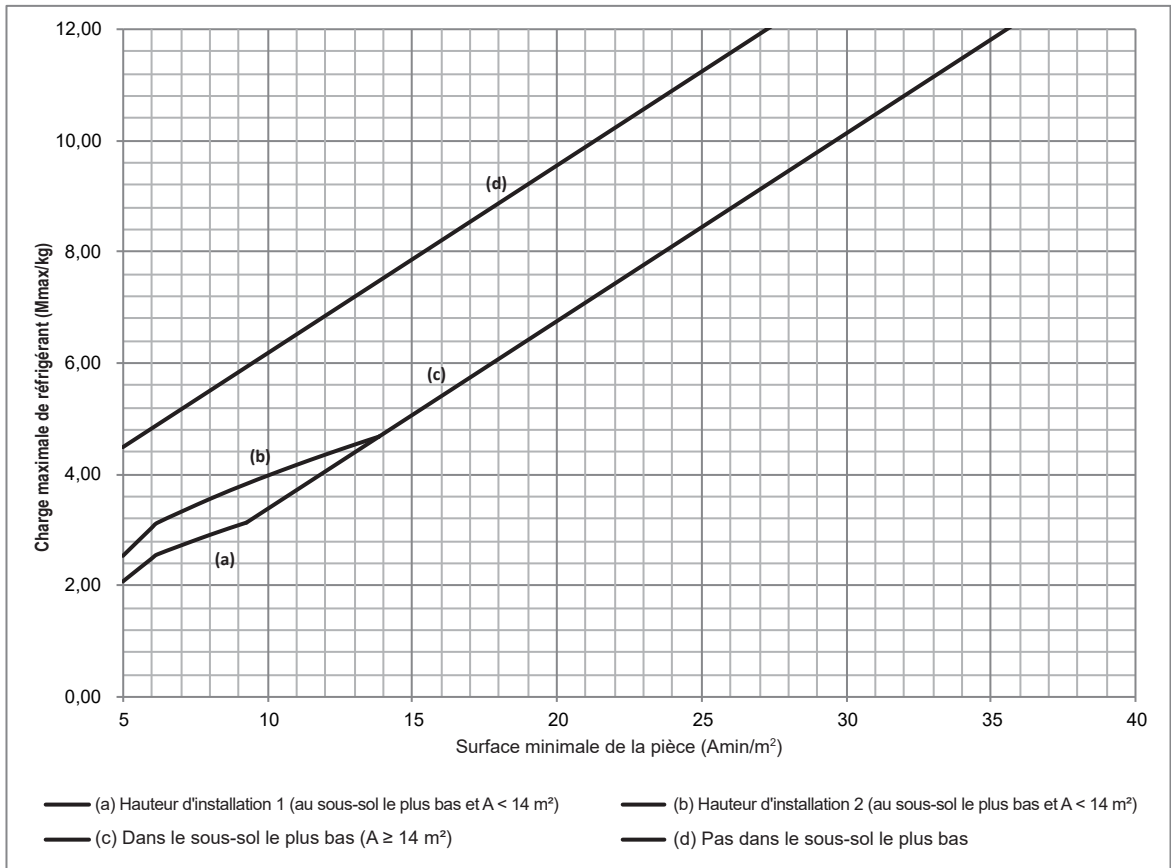

Figure 1-5
Si le système est équipé d'un dispositif d'arrêt du réfrigérant en usine sur le tuyau principal de l'unité extérieure et d'un dispositif d'alarme relié à l'unité intérieure, d'autres règles concernant la charge de réfrigérant et la superficie de la pièce peuvent être suivies. La figure 1-5 et le tableau 1-5 conviennent pour 18 kW.
- Si le système s'applique au cas (d) de la Figure 1-4 et du Tableau 1-4 ou de la Figure 1-5 et du Tableau 1-5, la surface minimale de la pièce pour une unité extérieure de 18kW ne doit pas être inférieure à 10 m².